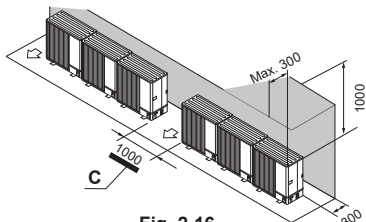

Fig. 2-16
- (2) Obstrucții sau suprafețe închise numai în spate și deasupra (Fig. 2-16)
- C: Spațiu (Fig. 2-16)